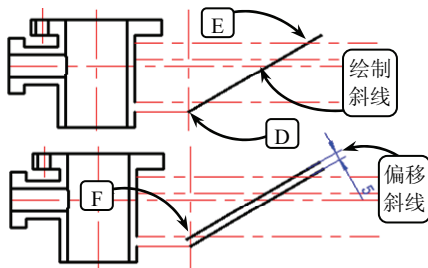

图 3-37 绘制斜线并偏移
⑫ 单击【直线】按钮, 选取如图 3-37 所示的点 D 为起点, 并输入相对坐标 (@100<30) 确定终点, 绘制一条斜线。该斜线与水平中心线相交于点 E。然后单击【偏移】按钮, 将该斜线向上偏移 5, 与水平中心线交于点 F。